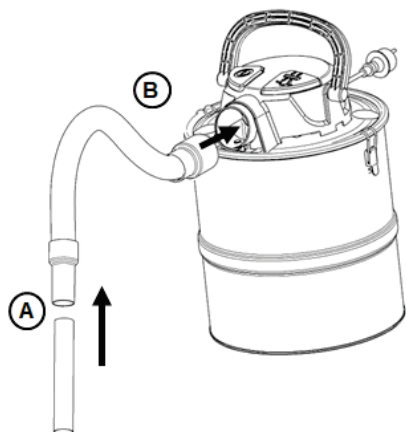

Fig. 5
Per aspirare inserire l'ugello (A) nel manicotto del tubo flessibile di aspirazione, come descritto nella fig. 5. Inserire il tubo flessibile con il manicotto nell'ingresso dell'aspiratore (B).